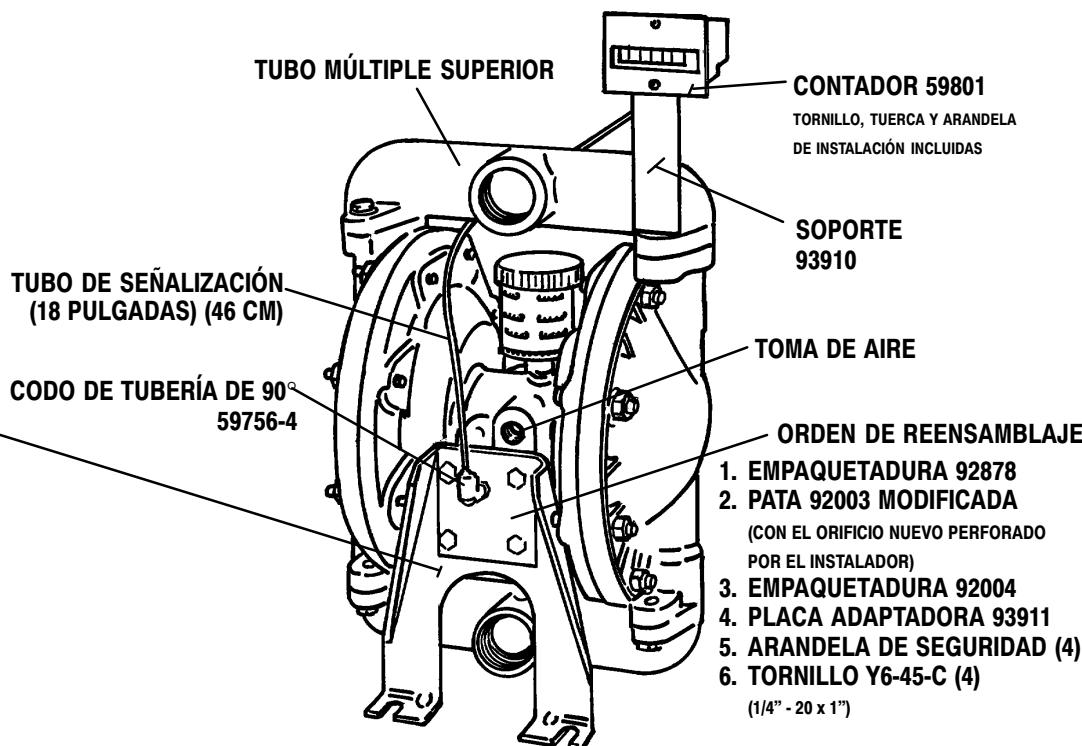
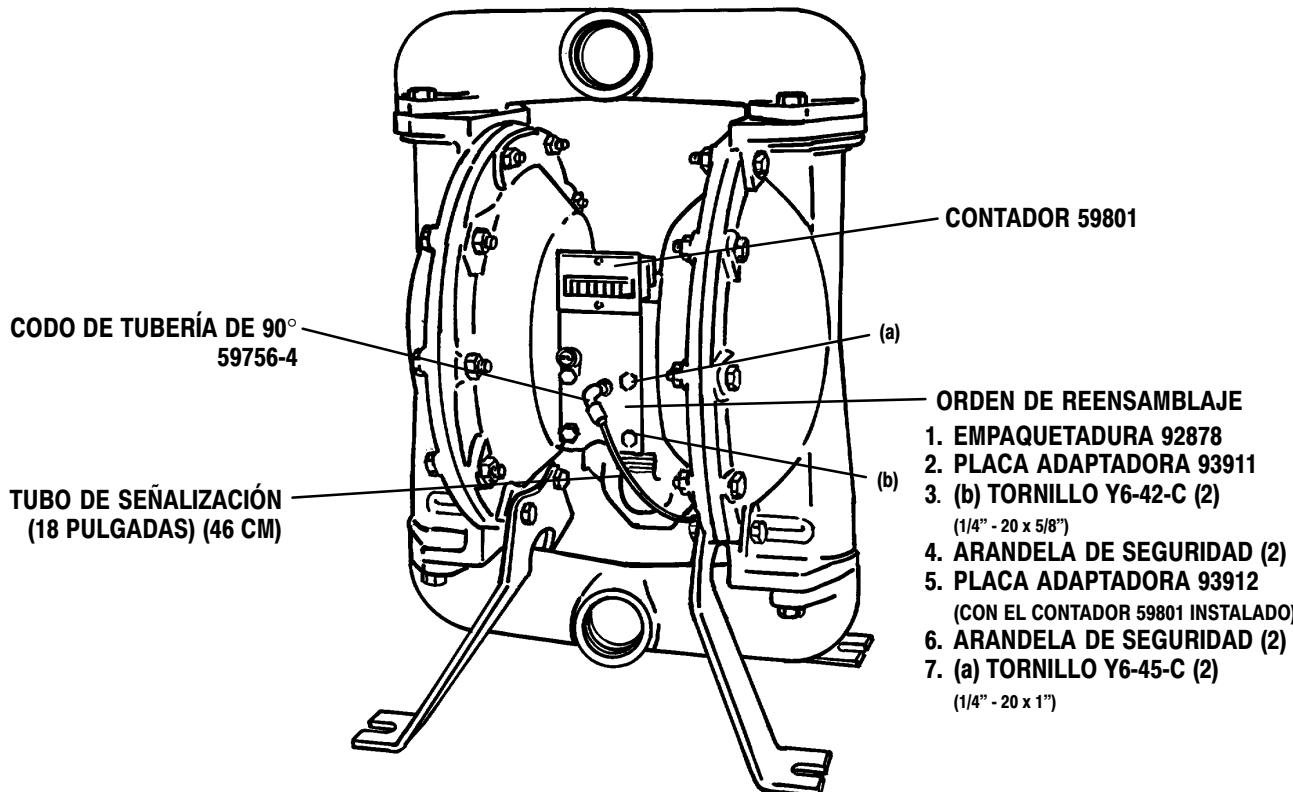

FIGURA 1
FIGURA 2
Se incluyen dos ménsulas de soporte para el contador y, dependiendo de la aplicación, se puede utilizar cualquiera de ellas. La figura 1 muestra al contador como prolongación de la bomba (así se ajustará a la mayoría de las aplicaciones). La figura 2 muestra la posición incorporada del contador, misma que puede utilizarse en las bombas metálicas y no metálicas de 1-1/2" y 2" solamente.
BOMBAS CON DIAFRAGMA METÁLICO DE 1" SOLAMENTE (VER LA FIGURA 1)
BOMBAS DE DIAFRAGMA METÁLICO Y NO METÁLICO DE 1-1/2", 2" Y NO METÁLICO DE 1" (VER LA FIGURA 2)
4. Instale la placa adaptadora 93911 con las roscas ahusadas de 1/4 NPT, utilizando la ubicación del tornillo (b), tal como se muestra en la figura 2, afiance la placa en los dos orificios para tornillo con dos de los tornillos Y6-42-C y dos de las arandelas de seguridad utilizadas previamente.
Los pasos que aparecen a continuación se refieren a la instalación incorporada, según se muestra en la figura 2.
6. Instale la ensambladura del contador y la placa adaptadora, utilizando la ubicación del tornillo (a), tal como se muestra en la figura 2, utilice los nuevos tornillos Y6-45-C y las dos arandelas de seguridad restantes.
Los pasos que aparecen a continuación se refieren al montaje superior, parecido a la disposición que aparece en la figura 1.